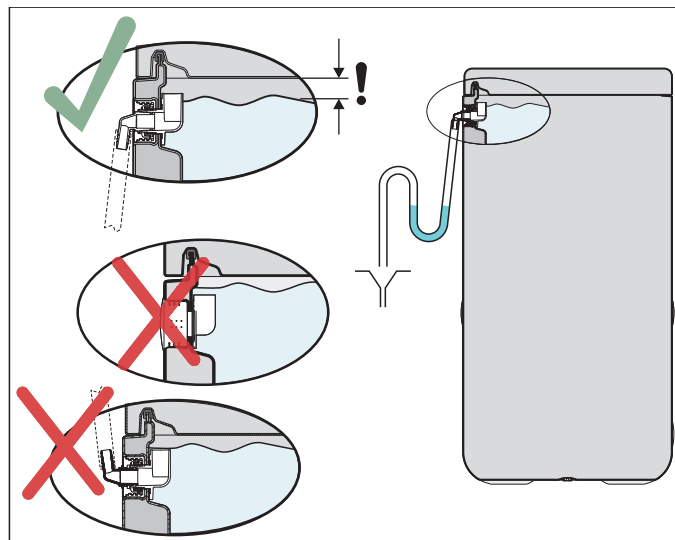

Fig. 3-6 Montaggio del flessibile di scarico sul troppopieno di sicurezza
- 6 Collegare il tubo di scarico con il pezzo di raccordo per il troppopieno di sicurezza (vedere fig. 3-6 e fig. 2-1, pos. 23).